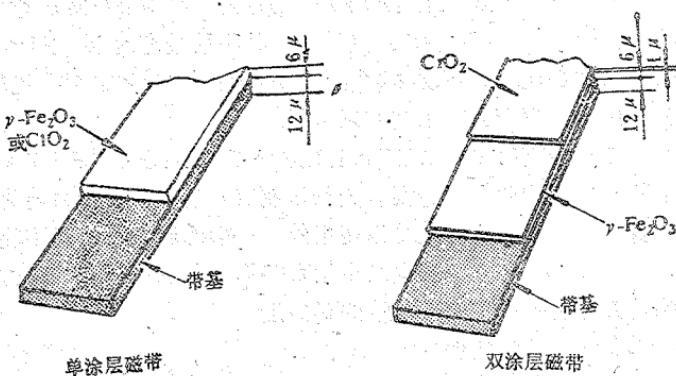

图 7 磁带的带基和涂层
的产生，还在材料中掺入一定量的石墨粉；屏蔽板是防止低频交流磁场进入磁头而设置的，多用坡莫合金等软磁材料制成；压带垫的作用是使磁带紧贴在磁头上，以保证磁带和磁头之间的空隙尽可能的小，它是在磷铜簧片上粘一小方形毛毡制成；导带轮用塑料制成，它在导轮轴上转动，引导磁带运行；导带柱是盒底成型时制出的两个圆柱，在两个导带轮边各有一根，它在磁带运行时起一定的阻尼作用；盒底和盒盖由塑料注塑成型，为了适应通用和互换，它是按国际标准尺寸设计的，其精度要求很严格。磁带由带基和磁性层组成（见图7），带基大多用聚脂薄膜制成，磁性层由磁粉和粘合剂均匀混合后涂敷在带基上，再经过微粒定向、烘干、压光和切割等工艺制成。
(4) 铁、铬双涂层盒式磁带(FERRI—CHROME CASSETTE TAPE)，简称Fe—Cr带，其磁性层有两层(见图7)。上层磁粉为 CrO_2 ，下层磁粉为 $\gamma-\text{Fe}_2\text{O}_3$ 。这种磁带是比较理想的新型磁带，适合用于录制音乐节目。
(5) 金属磁带(METALLIC CASSETTE TAPE)，其磁粉是由超细微粒的金属合金粉末制成。这种磁带到目前为止，除了少数特殊设计的录音座可以使用外，一般的收、录机尚不能使用。